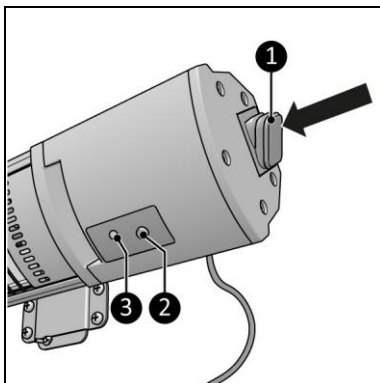

Figure 14
1. Appuyez sur le commutateur marche/arrêt (figure 14, pos. 1).
2. L'indicateur lumineux (figure 14, pos. 3) affiche une lumière rouge.
3. Appuyez sur le bouton de commande (figure 14, pos. 2) ou le bouton marche/arrêt de la télécommande (figure 5, pos. 1).
4. L'indicateur lumineux (figure 14, pos. 3) affiche une lumière verte, qui indique l'intensité moyenne.
5. Appuyez sur le bouton de commande du panneau de commande (figure 14, pos. 2) ou le bouton II de la télécommande (figure 5, pos. 2).
6. Les deux indicateurs lumineux (figure 14, pos. 3) affichent une lumière verte, qui indique l'intensité élevée.
1. Appuyez sur le bouton de commande du panneau de commande (figure 14, pos. 1) ou le bouton marche/arrêt de la télécommande (figure 5, pos. 1).